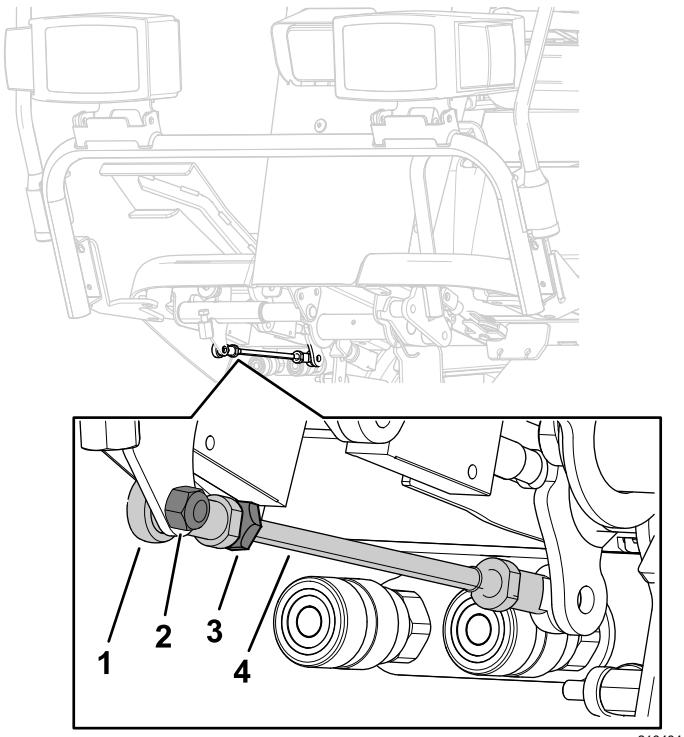

Bild 97
Wenn eine weitere Einstellung erforderlich ist, stellen Sie die Fahrantriebsstange (Bild 97) wie folgt ein:
5. Lösen Sie die Klemmmutter, mit der das Stangenende an der Fahrantriebsstange befestigt ist (Bild 97).
7. Ziehen Sie die Klemmmutter (Bild 97) fest und befestigen Sie das Ende der Stange mit der abgenommenen Schraube und Mutter am Fahrpedal, um den Winkel des Pedals zu arretieren.